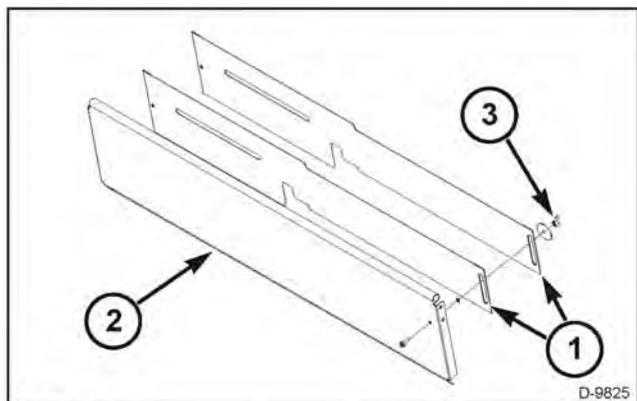

FIG. 171
FIG. 171: las placas (1) están provistas en todas las cosechadora y vienen guardadas en el protector derecho (2) externo. Remover las tuercas aladas (3) en cada extremos para liberar las placas del deflector.